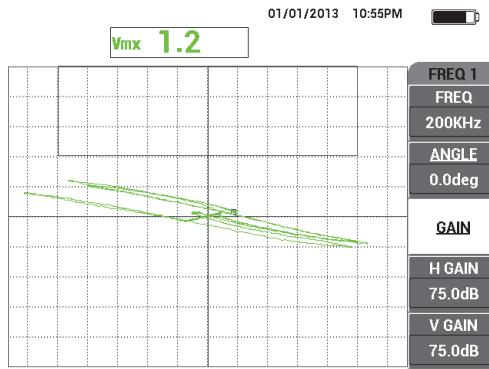

Figura 5-55 Sinais estendidos atravessando a tela
3. Rastreie o padrão fazendo movimentos para frente e para trás, pressione a tecla **GAIN (dB)** e, em seguida, ajuste a amplitude do sinal (com o botão) até os sinais se estenderem por aproximadamente 80% da largura da tela (veja Figura 5-55 na página 171).